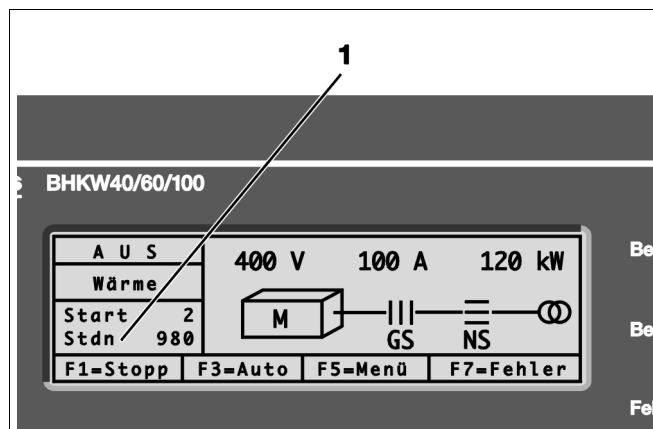

Fig.5 Leggere le ore di esercizio nel display dell'unità di servizio e segnalazione del modulo Loganova BHKW
- Leggere le ore di esercizio (fig. 5, pos. 1) e secondo il piano di manutenzione, incaricare per tempo il servizio.